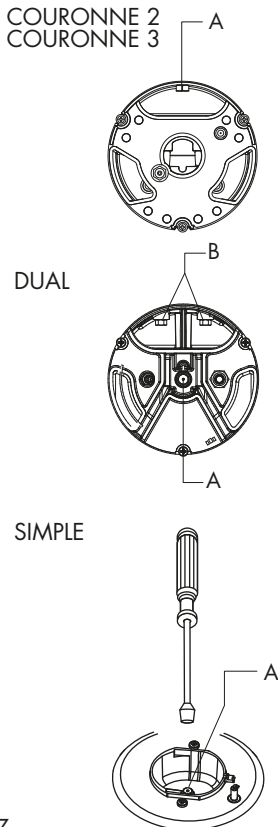

Fig 7
- à la substitution des injecteurs (Fig. 7) avec ceux correspondant au type de gaz qu'il faut utiliser (voir tableau "Caractéristiques utilisateurs").